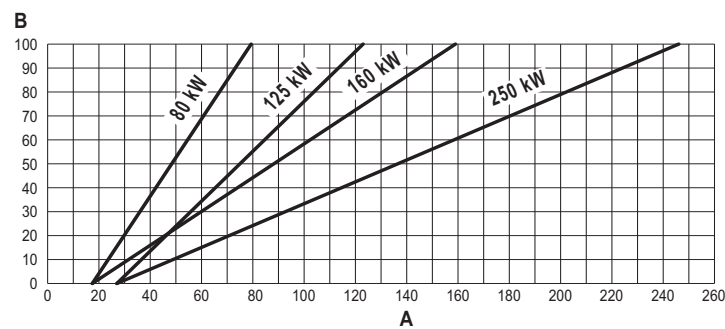

рис. 60
- Нажмите на кнопки отопительной системы (поз. 3 и 4 - рис. 1) для увеличения или уменьшения мощности (минимальная мощность = 00 - максимальная мощность = 100). См. диаграмму “Регулировка теплового расхода” (рис. 60).